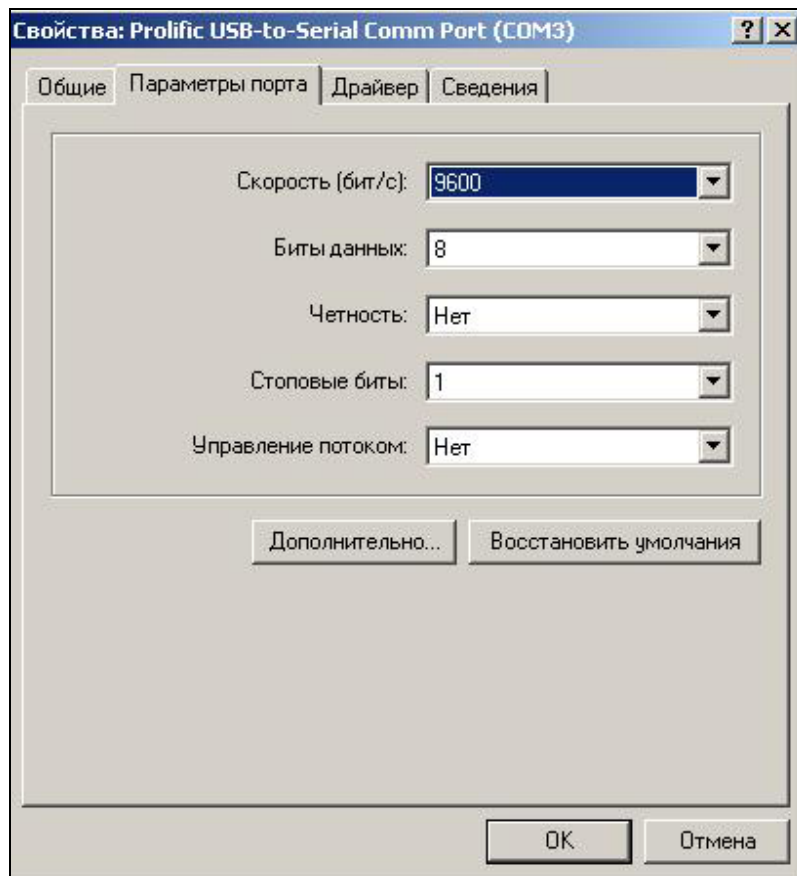
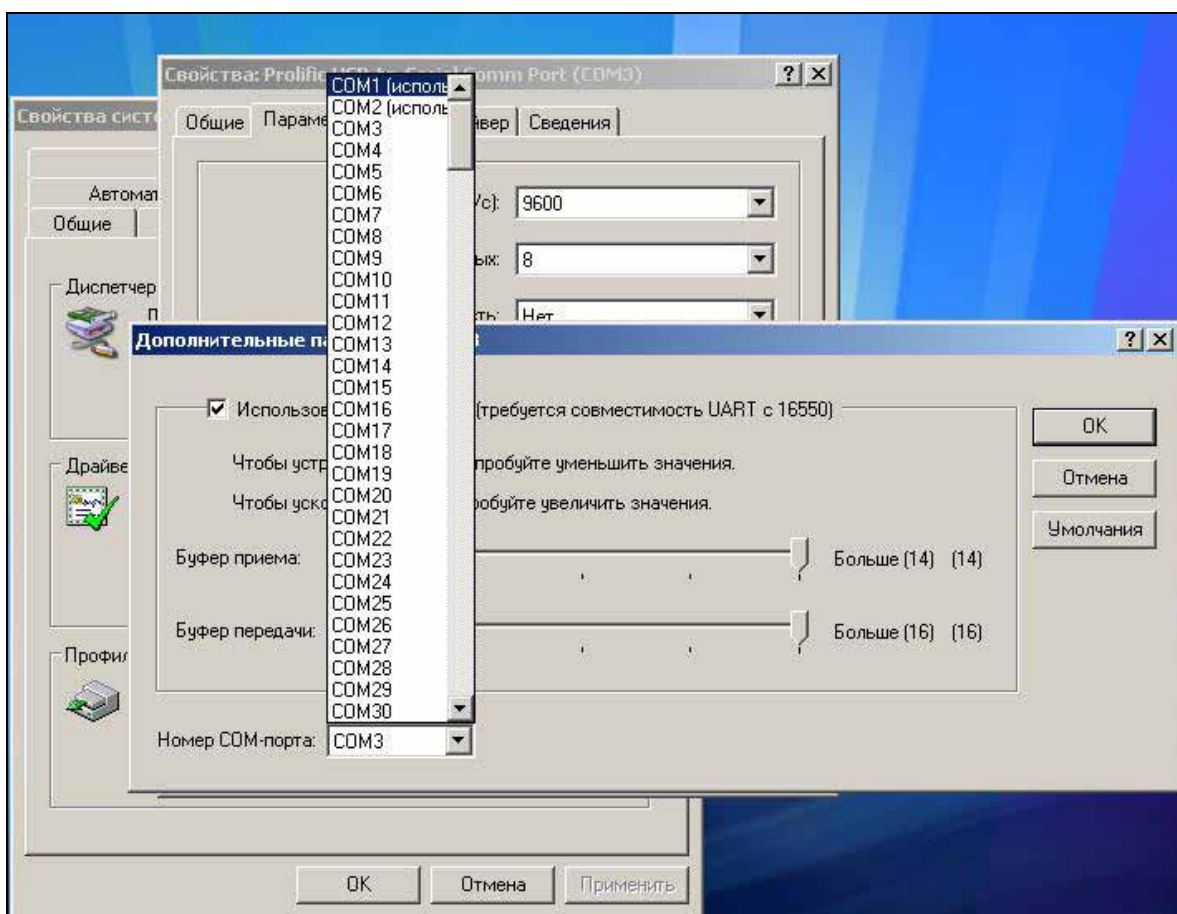

Рисунок 100 – Изменение параметров COM-порта.
Рисунок 101 – Изменение номера COM-порта.
7.2.4 В случае если установленный COM-порт имеет номер больше 8 необходимо изменить его номер на номер меньший чем 8. Для этого необходимо нажать правой кнопкой мыши на значке COM-порта и войти в свойства установленного порта. На вкладке Параметры порта нажать кнопку Дополнительно (см. рисунок 100). В открывшемся окне (см. рисунок 101) найти строку с указанием номера COM-порта, открыть список портов и выбрать ещё не используемый порт в пределах от COM1 до COM8.